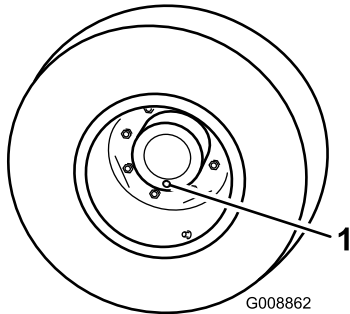

Bild 83
1. Stellen Sie die Maschine auf einer ebenen Fläche ab und positionieren Sie das Rad so, dass sich eine der Prüfschrauben in der untersten Stellung (6 Uhr) befindet (**Bild 83**).